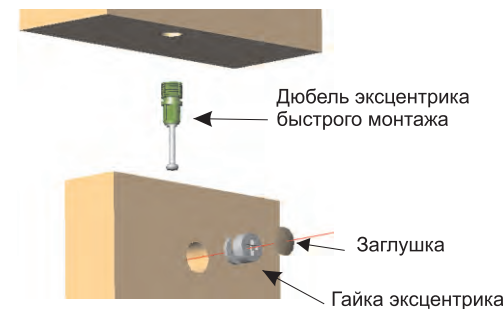
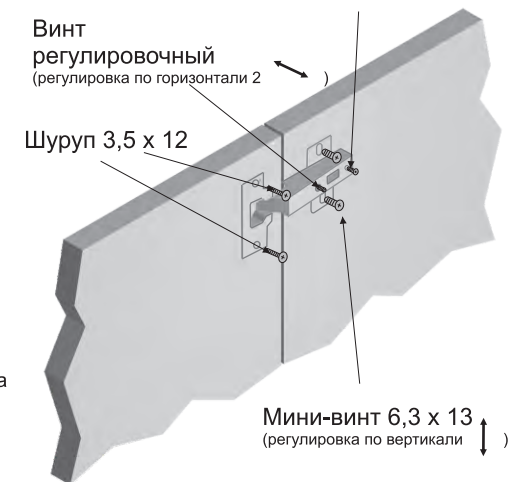

Рис.2
Рис.3
Введение. Основными элементами крепежа являются стяжка эксцентриковая, шкант d 8 x 30 мм. Крепление стяжки эксцентриковой см. Рис. 2. Шкант используется для удобства монтажа и устанавливается в **плоскость деталей**. На эксцентрики устанавливаются заглушки. Подкладки для ручек устанавливаются с **внутренней стороны** деталей. Низ боковины маркируется полосой по торцу детали.
Установите шканты (3) в отверстия d=8 мм топа E, низа G и боковин A. Вставьте дюбель эксцентрика быстрого монтажа (1а) в топ E, в низ G и в боковины A (см. Рис.2). Установите опоры (4) в отверстия в плоскости низа G. Используя шурупы (5) прикрепите штангодержатели (7) к боковинам A (по наметкам). Соберите заднюю стенку гардероба из двух половин C, используя соединительный профиль F (состоит из двух частей). Соедините вместе полку B, боковины A, планку K и заднюю стенку C. Вставьте эксцентриковые гайки (16) и с помощью отвертки затяните их по часовой стрелке до фиксации (см. Рис.2). К собранной конструкции присоедините низ G и топ E и закрепите с помощью эксцентриковых стяжек (1). Используя шурупы (5) прикрепите заднюю стенку C к полке B и планке K. Используя шурупы (8), мини-винты (10) прикрепите петли (9) к дверям D и боковинам A (См. Рис. 3.). Используя подкладки для ручек (12) прикрепите ручки (11) к деталям D, винтами прилагаемыми к ручкам. В эксцентриковые гайки (16) вставьте заглушки (2). Отрегулируйте опоры (4) по высоте. Установите штангу (6) в штангодержатели (7).